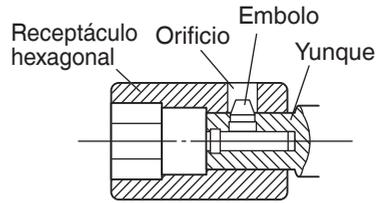

Fig. 3
### (1) WR22SE: Tipo émbolo (Fig. 3)